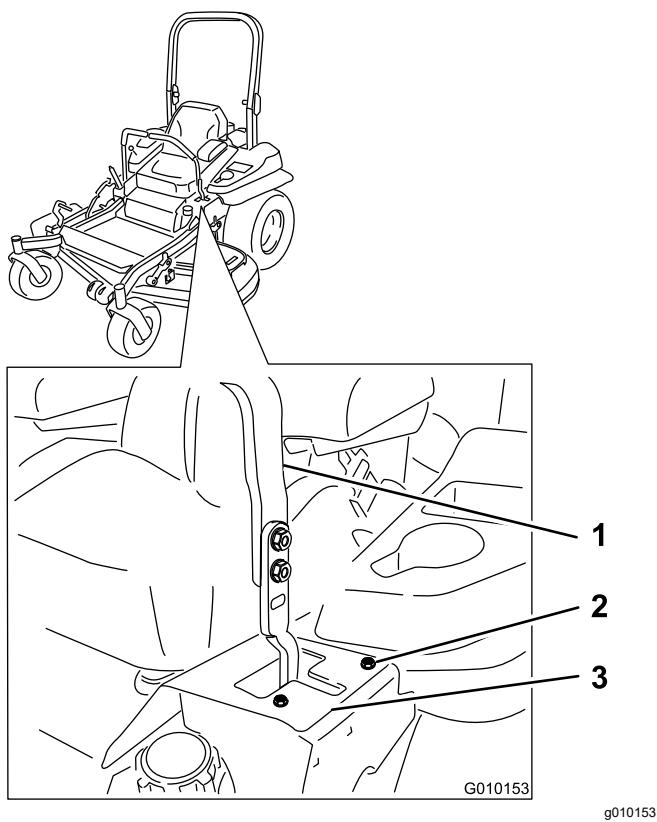

Figure 64
- Si la machine se déporte à droite, desserrez les boulons et déplacez la plaque de butée gauche en arrière sur la fente en T gauche, jusqu'à ce qu'elle se déplace en ligne droite (Figure 64).
- Si la machine se déporte à gauche, desserrez les boulons et déplacez la plaque de butée droite en arrière sur la fente en T droite, jusqu'à ce qu'elle se déplace en ligne droite (Figure 64).
8. Serrez les boulons de la plaque (Figure 64).